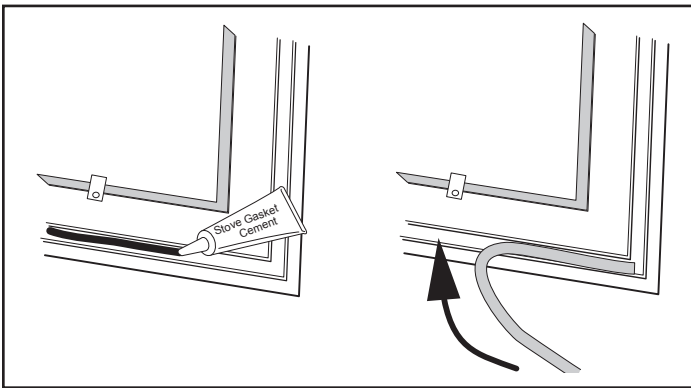

**Figure 6.4** – Enlever le joint et nettoyer la rainure à l'aide d'une brosse métallique.
1. Pour enlever le joint existant, saisissez-le par une extrémité et tirez fermement (figure 6.4).
2. Utilisez une brosse métallique ou la pointe d'un tournevis pour nettoyer la rainure et enlever les résidus de mastic et de joint. Enlevez les dépôts tenaces de béton à l'aide d'un ciseau à froid si nécessaire (figure 6.4).